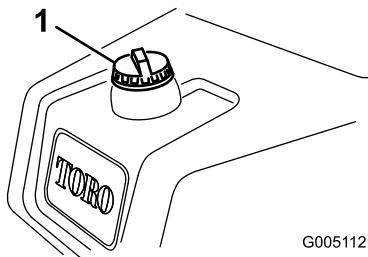

Figura 30
1. Limpe a zona em torno da tampa do depósito de combustível (Figura 30).